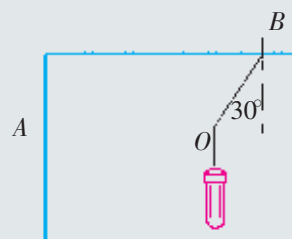

图 2-16
4. 悬挂着的荧光节能灯所受重力为 6 N,用水平绳将电线拉到与竖直方向成  $30^\circ$  角(图 2-16),求电线 BO 与水平绳 AO 所受到的拉力。